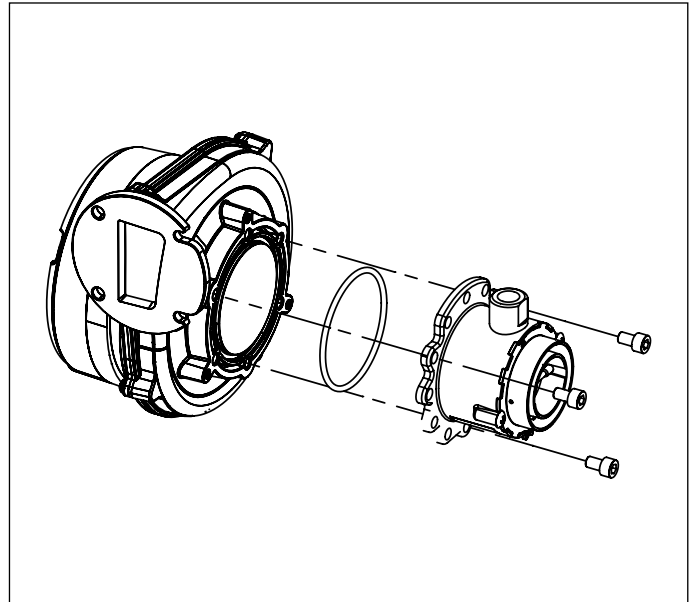

Fig. 33 Mezclador
- Quitar el mezclador desatornillando los tres tornillos Allen (ver Fig. 33 Mezclador).